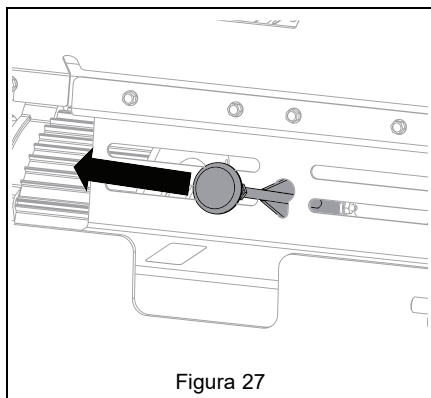

Figura 27
- Spingere la maniglia del bypass e fissarla alla tacca. Vedere Figura 27.